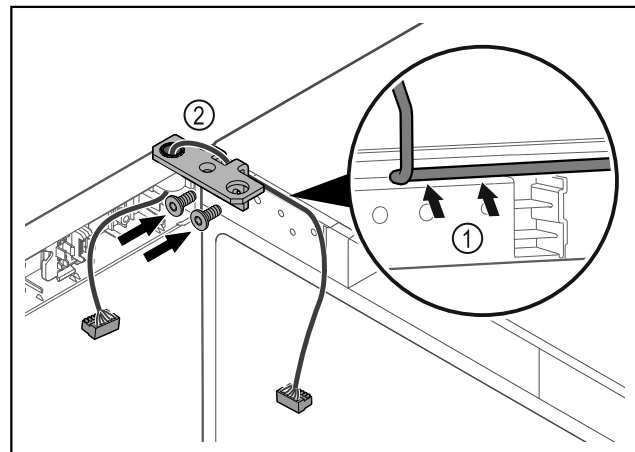

Fig. 57
- ▶ Før kabelen forsiktig gjennom åpningen i hengselvinkelen, og legg den omhyggelig på plass Fig. 57 (1).
- ▶ Skru på hengselvinkelen Fig. 57 (2).